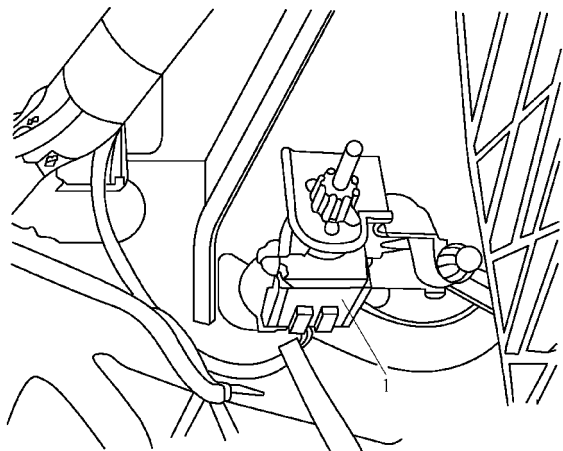

图 3-2-26 拔下离合器踏板开关 F36 的插接器
3) 拔下离合器踏板开关 F36 的插接器 1, 如图 3-2-26 所示。